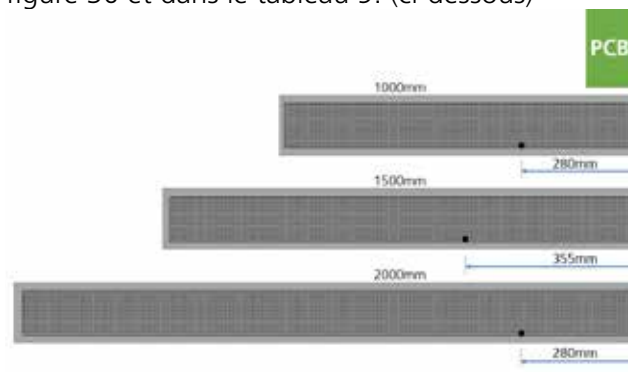

Figure 30 Position du capteur de température
Notez la position du capteur de température à droite de l'appareil et assurez-vous qu'il n'est pas endommagé, les câbles devront être déconnectés des bornes TEMP du panneau de contrôle, puis remis en place dans la position indiquée sur la figure 30 et dans le tableau 9. (ci-dessous)
10. Assurez-vous que le capteur de température est remonté dans la bonne position et câblé dans la borne TEMP du panneau de commande, voir la figure 30 et le tableau 9 à la page 32